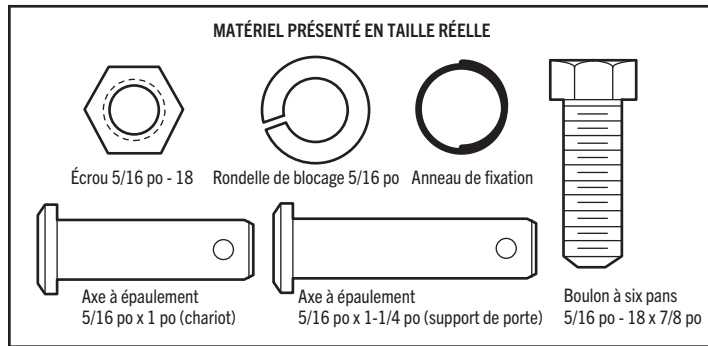

Figure 5
**IMPORTANT :** La rainure du bras de porte droit DOIT faire face à l'opposé du bras de porte incurvé (Figure 5).